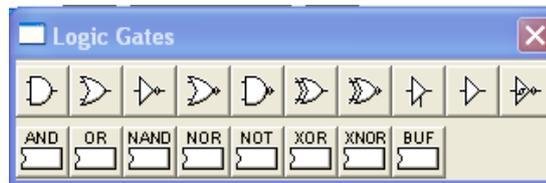

Рисунок 10 – Меню раздела Logic Gates
9. **Logic Gates** – логические цифровые микросхемы (Рис. 10). Группа Logic Gates состоит из моделей базовых логических элементов и моделей цифровых ИМС ТТЛ и КМОП-серий.